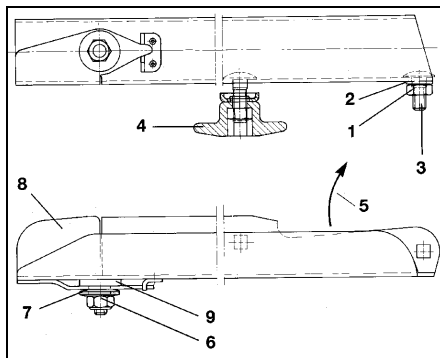

Fig. 60
- Lossa den självlåsande muttern (mässing CuZn) (Fig. 60/6) Demontera muttern och tallriksbrickorna (Fig. 60/7).
- Byt övergödslingsvinge (Fig. 60/8).
Beakta plastbrickan (Fig. 60/9) mellan spridartallriken och övergödslingsvingen.
- Dra åt den självlåsande mässing-muttern (Fig. 60/6) med 6-7 Nm, så att övergödslingsvingen precis går att vrida för hand, men att den inte kan vrida sig av sig själv under arbetet.